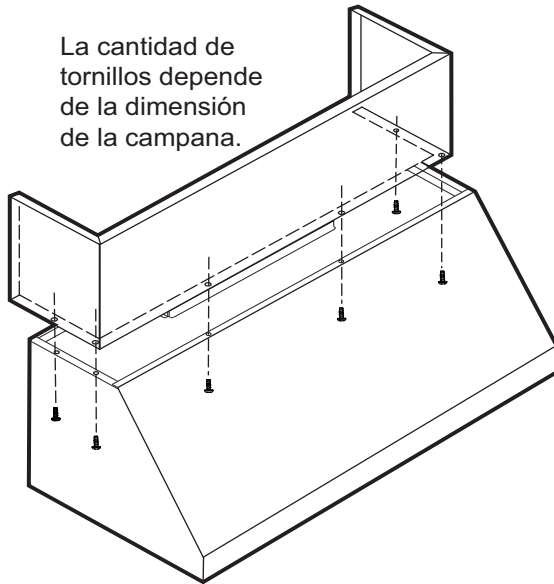

**Figura 15: Ubicación de las muescas en forma de ojo de cerradura**
14. Con otra persona, levante la campana y déjela descansar en los tornillos insertados en el soporte de madera. Use las muescas en forma de ojo de cerradura identificadas por la letra "F" en la *Figura 15*. Asegúrese de que el soporte de madera quepa en la parte hundida de la parte trasera de la campana.
16. A partir del interior de la campana, fije tornillos de 5/8 pulg. (16 mm) en el soporte de madera, a través de los agujeros identificados por la letra "J" en la *Figura 15*.